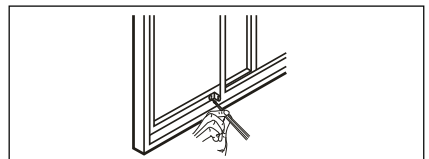

Abb. 22
- Um den linken Schiebeteil des Fenster zu arretieren, befestigen Sie das Winkelstück wie in der Abbildung dargestellt mit 1/2-Zoll-Schrauben (12,7 mm) (Abb. 22).